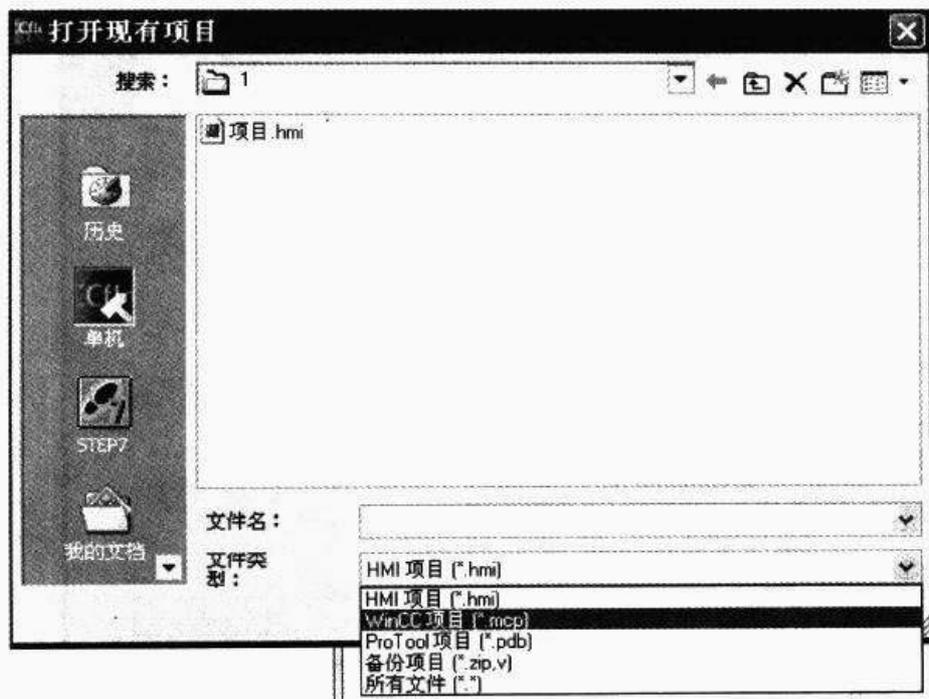

图 16-3 WinCC flexible 移植—选择文件类型
② 选择打开什么类型的项目(如图 16-3 所示)。后缀名为“. hmi”的项目是使用 WinCC flexible 所创建的项目。后缀名为“. mcp”的项目是使用 SIMATIC WinCC 创建的项目。后缀名为“. pdb”是使用 Protool 所创建的项目。